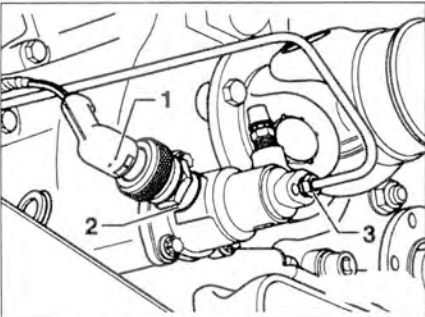

Рис. 5.78. Отсоедините разъем 1 от выключателя КОМ 2, гидравлическую трубку 3 от рабочего цилиндра.
11. Отсоедините разъем **1** от выключателя КОМ **2**, гидравлическую трубку **3** от рабочего цилиндра (рис. 5.78).